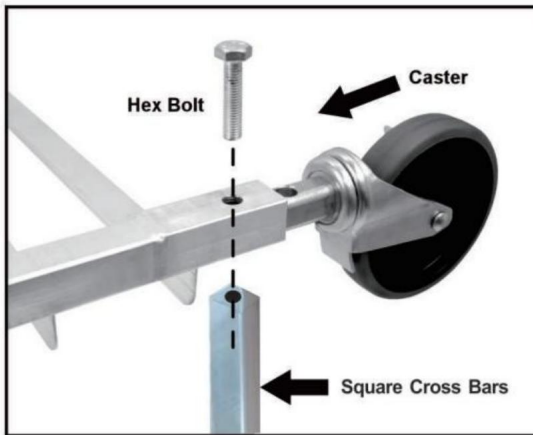

Figure 3.1
3.1) Insérez les 4 roulettes dans les extrémités inférieures des cadres latéraux. Assurez-vous que les trous des roulettes sont alignés avec les trous du cadre (Figure 3.1)